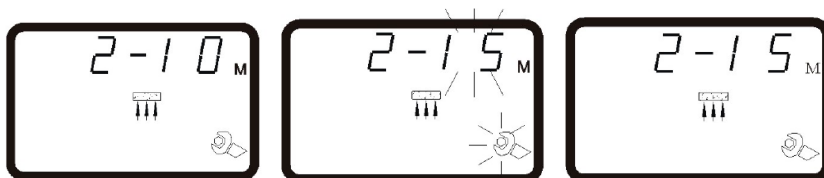

Рис.8. Изменение параметров регенерации.
14.6 Для изменения продолжительности параметров регенерации (Рис.8). Нажмите , раздастся звуковой сигнал и все символы перестанут мигать. Клапан вернется в основное меню.